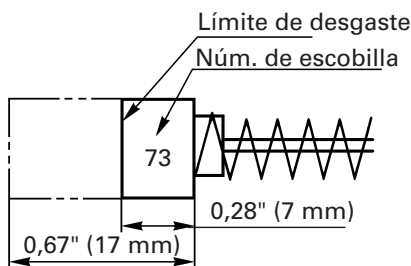

Fig. 18
4. Inspeccionar los escobillas de carbőn (Fig. 18)
NOTA: Utilice las escobillas HITACHI Núm. 73 indicadas en la Fig. 18.